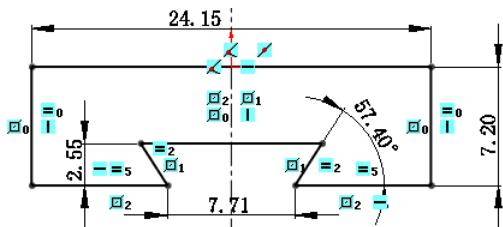

图 5.1.10 创建尺寸约束
③ 创建尺寸约束。单击“草图”工具栏中的 \triangleleft 按钮，标注如图5.1.10所示的五个尺寸，建立尺寸约束。